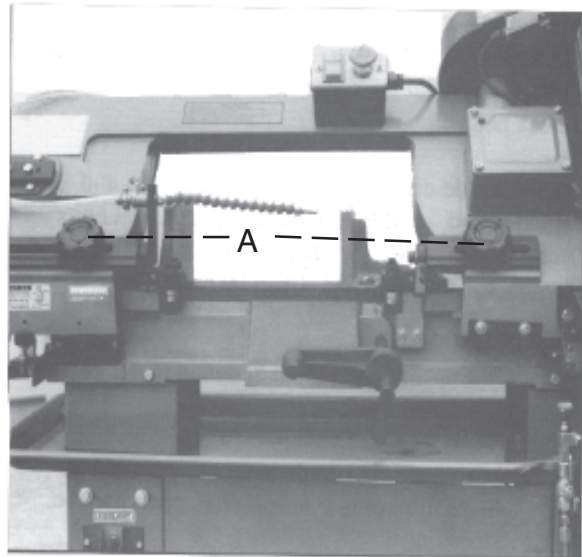

Fig 6
2. Die Drehknöpfe (A, Fig. 6) lösen. Die Bandführungsarme so nahe wie möglich ans Werkstück stellen.
3. Die Drehknöpfe (A) wieder festziehen. Den Netzstrom mittels Hauptschalter wieder zuschalten.